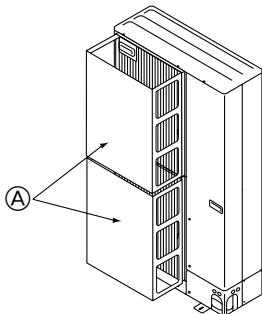

Fig. 2-15
- ① Monter en luftledare (tillval) om enheten installeras på en plats där starka vindar, t.ex. vid en storm, direkt kan tränga in i luftutblåset. (Fig. 2-15)